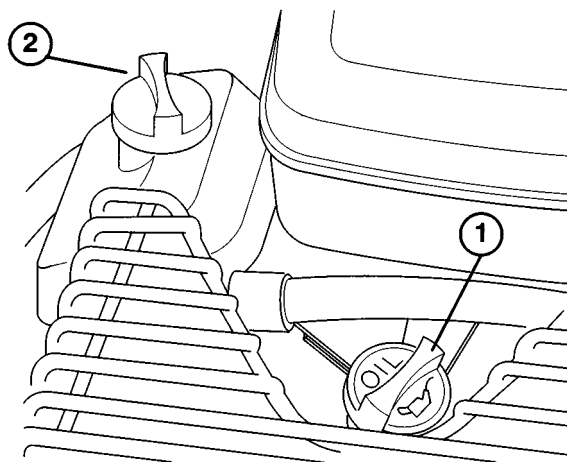

Fig. 2
7. Fest batteriet med batteriboltene, klemmen, skivene og vingmutrene (fig. 2).
2. Trekk ut peilepinnen og tørk den ren med en klut som ikke etterlater seg lo. Skyv peilepinnen helt ned i røret igjen—se til at den går helt ned. Trekk den opp igjen og undersøk nivået (fig. 2). Hvis det er for lavt må du etterfylle med så mye olje at nivået kommer opp til FULL-merket på peilepinnen.
1. Ta lokket av bensintanken (fig. 2) og fyll tanken med bensin til ca. 2,5 cm fra toppen. Sett lokket godt på igjen.